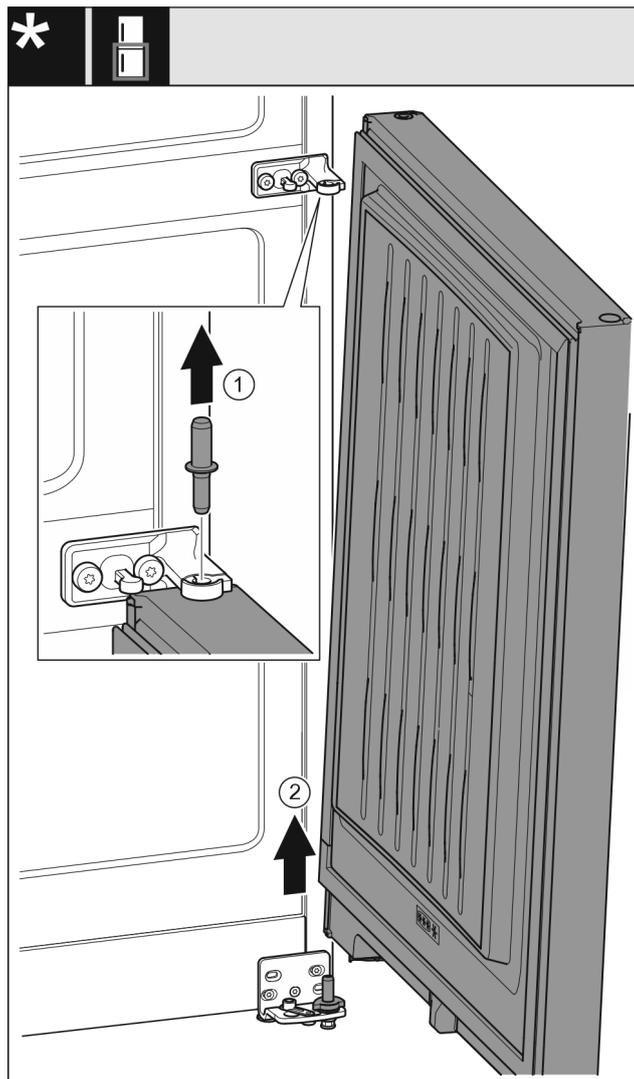

Fig. 8
- ▶ Sornike izvlecite v smeri navzgor. Fig. 8 (1)
- ▶ Vrata obrnite navzven, jih povlecite navzgor in postavite na stran. Fig. 8 (2)